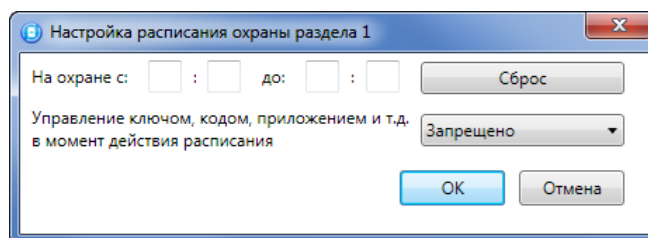

Рисунок 4.29 – Настройка расписания охраны раздела
- *Расписание*: позволяет установить интервал времени, в течение которого раздел должен находиться на охране (возможно задать не только интервал времени, но и указать только начало периода или только его конец). Персоналу объекта может быть как предоставлена возможность управлять режимом охраны раздела вручную в период действия расписания, так и запрещены любые изменения режима охраны раздела (см. рисунок 4.29).